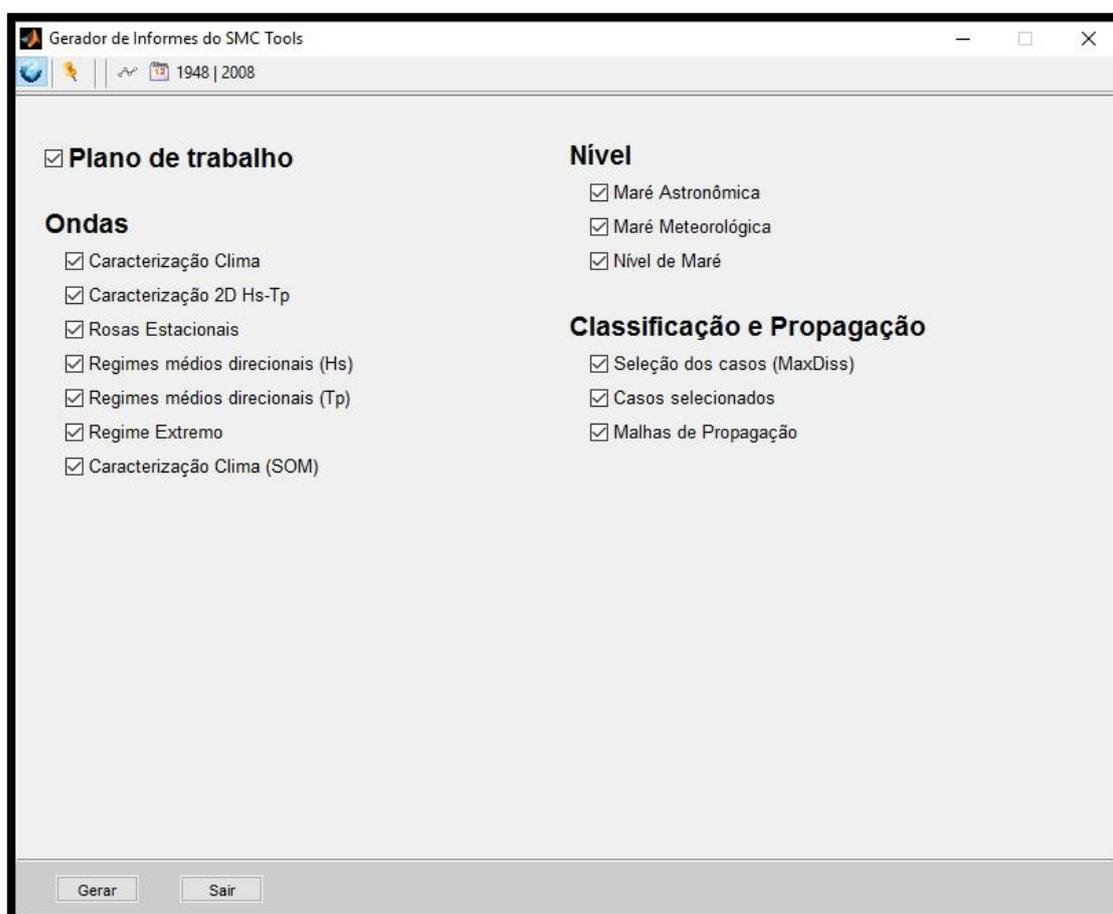

Figura 16 – Janela do gerador de reatórios, aba “Informes da zona de estudo e ondas DOW”.
20) Clicar no ícone () “Abrir gerador de informes”, onde uma janela será aberta com opções de quais informações se deseja no relatório final (Figura 16);